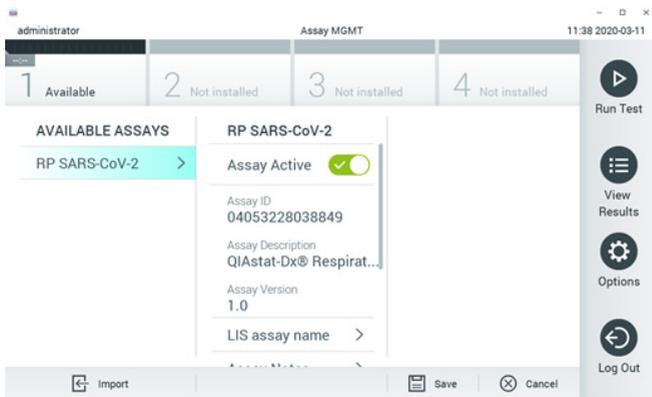

Figura 90. Activación del ensayo.
7. El ensayo se activará al seleccionar Assay Active (Ensayo activo) (figura 90).